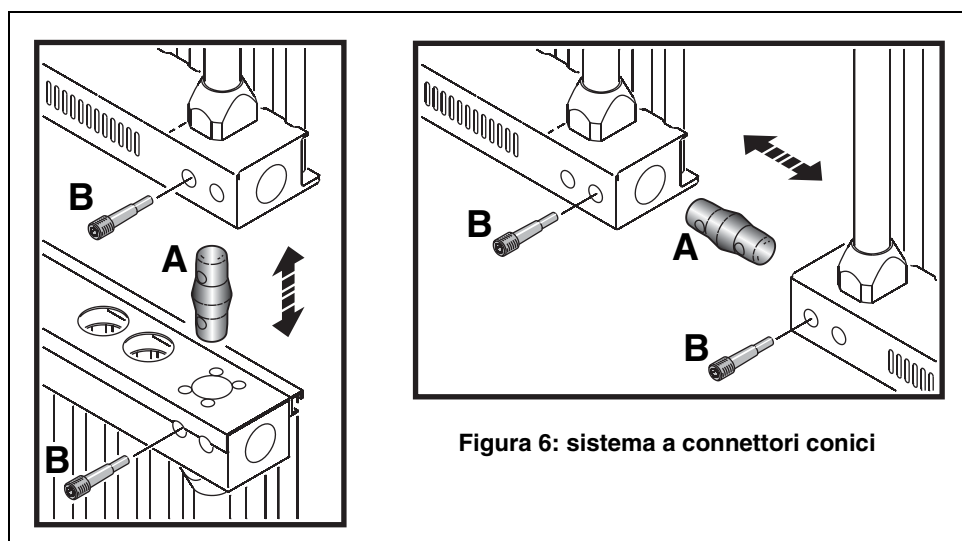

Figura 6: sistema a connettori conici
7. Vedere Figura 6. Continuare ad appendere i pannelli, attaccandoli con connettori conici (A) fissati con spine filettate (B) come illustrato. Non appena un pannello viene aggiunto a una serie, fissarlo con due fissaggi di sicurezza.